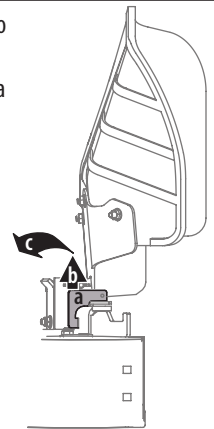

Figura 14
1. El canal se envía adjunto y con un soporte que lo mantiene en posición vertical. El soporte debe retirarse antes de operar el tractor. Vea la Figura 14.